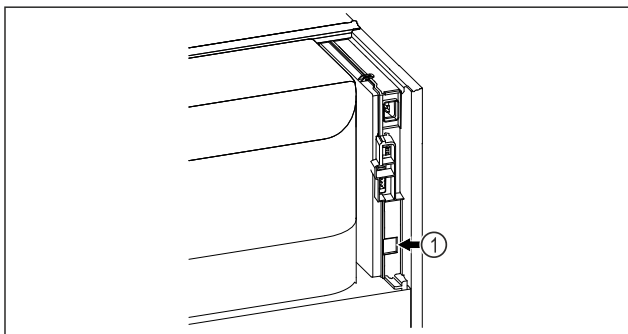

Fig. 88
- SmartModule Fig. 88 (1) er satt inn.